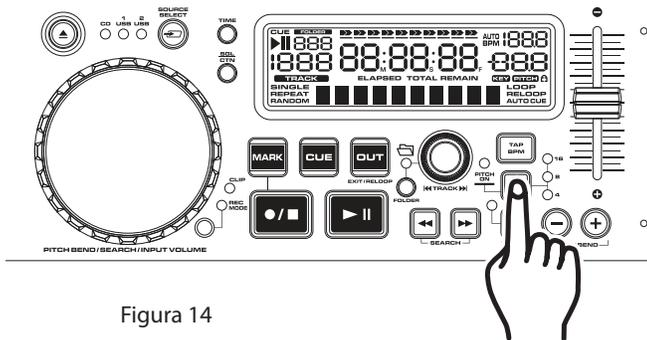

Figura 14
- Utilizzo del Selettore di Percentuale del cursore del PITCH (11): E' possibile scegliere in qualsiasi momento una percentuale di funzionamento del PITCH. Per modificare l'intervallo di funzionamento assicurarsi che la funzione PITCH sia attiva (vedere la figura 14). La percentuale di PITCH può cambiare del -4%, -8%, -16% e 100%. La manipolazione possibile del PITCH sarà minima al 4% e massima al 100%. Per regolare i diversi valori premere il pulsante PITCH ON/OFF (11) e battere leggermente sul pulsante % (11) fino a raggiungere il valore desiderato. Il LED del pulsante % (11) si illumina in Rosso per indicare 4%, in Giallo per 8% o in Ambra per 16%; per il 100% si illuminano tutti i LED.